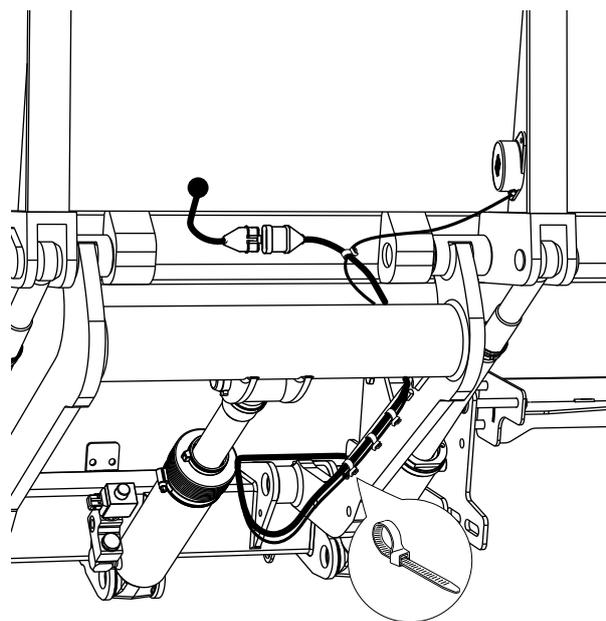

Abbildung 73. Montage der Verkabelung
1. Das zum Lieferumfang gehörende Kabel mit dem Stecker am Kabel des Fußschalters bzw. der Warnleuchten verbinden. Anschließend die Kabel verlegen und mit Kabelbindern gemäß Abbildung 73 anbringen.